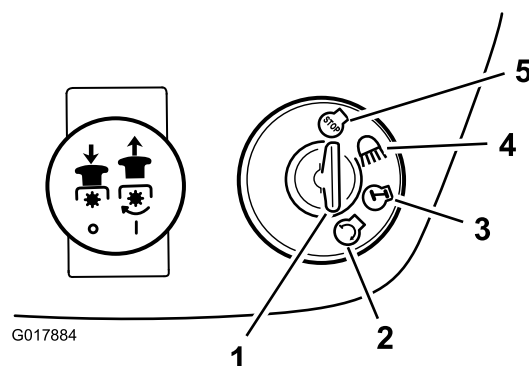

Figura 10
7. Gire la llave de contacto en el sentido de las agujas del reloj y manténgala en la posición de Arranque (Figura 10).